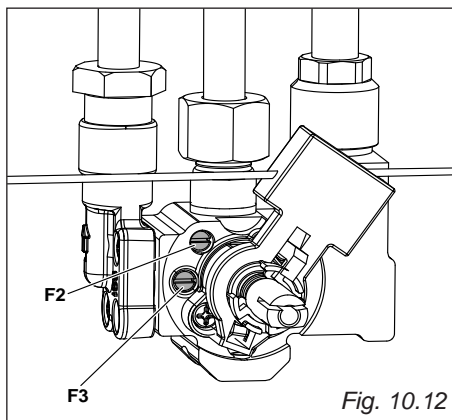

Fig. 10.12
- En vous servant d'un tournevis, tournez la vis "F3" jusqu'à l'obtention du bon réglage (fig. 10.12).
- En vous servant d'un tournevis, tournez la vis "F2" jusqu'à l'obtention du bon réglage (fig. 10.12).